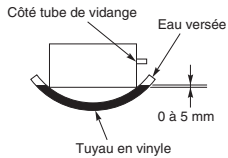

Fig. 3-8
- (5) L'unité doit être ajustée à l'aide d'un niveau à bulle ou comme indiqué en Fig. 3-8 de manière que le côté tuyau de vidange soit incliné 5 mm plus bas que le côté opposé.